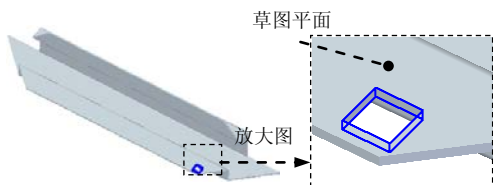

图 8.13.48 法向除料特征 1
(5) 定义弯边属性及参数。单击“弯边选项”按钮, 取消选中 ☐ 使用默认值* 复选框, 在其 **折弯半径 (R)** 文本框中输入值 0.5, 单击 **确定** 按钮。
(6) 单击“关闭草图”按钮, 单击 **完成** 按钮, 完成特征的创建。
Step7. 创建图 8.13.48 所示法向除料特征 1。
(1) 选择命令。在“主页”功能选项卡“钣金”工具栏中单击  按钮，选择  法向除料命令。
(2) 定义特征的截面草图。
① 选取草图平面。选取图 8.13.48 所示的模型表面为草图平面。